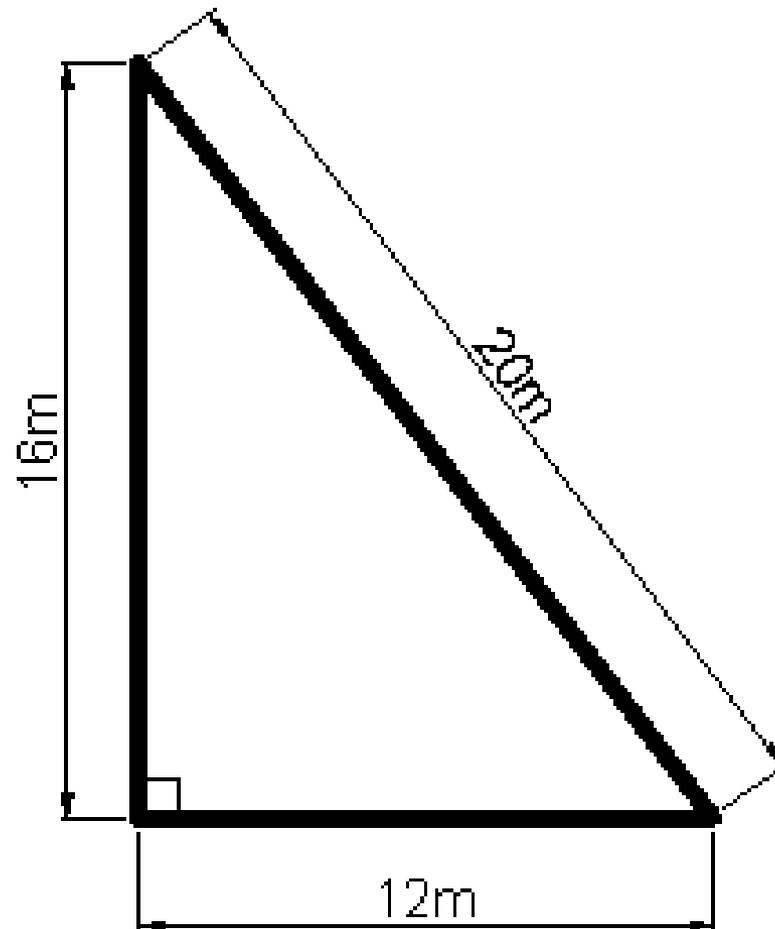

Figura 01
- O escritório de arquitetura em que você trabalha irá desenvolver um projeto de um empreendimento comercial. Foi feito o levantamento das medidas do terreno (Figura 01). De posse desse levantamento, sua função é desenhar o terreno na escala de 1:200 em uma folha no formato A4. Por fim, calcular a área (m^2) e o perímetro (m) desse terreno. (conferir o desenho com o escalímetro)